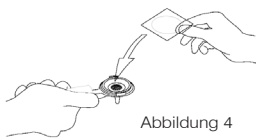

Abbildung 4
Verwenden Sie den spezifischen Filterhalter bzw. den Einzeldosis-Filter. Legen Sie die Einzeldosis in den Filterhalter (siehe Abb. 4). Befolgen Sie die Schritte 1, 2, 5, 6, 7 des vorigen Abschnitts.
**Hinweis:** Der Siebräger muss stets in der Maschine arretiert bleiben, damit er warm gehalten wird. Der Kaffeesatz kann relativ nass sein bzw. eine dickflüssige Konsistenz aufweisen, wenn der Filterhalter innerhalb von ein bis zwei Minuten nach der Zubereitung entfernt wird. Stellen Sie die Tassen auf die Wärmplatte **9**. Bei einer Temperatur von 40° erhalten Sie ein optimales Espresso-Ergebnis. (siehe Abbildung 4)